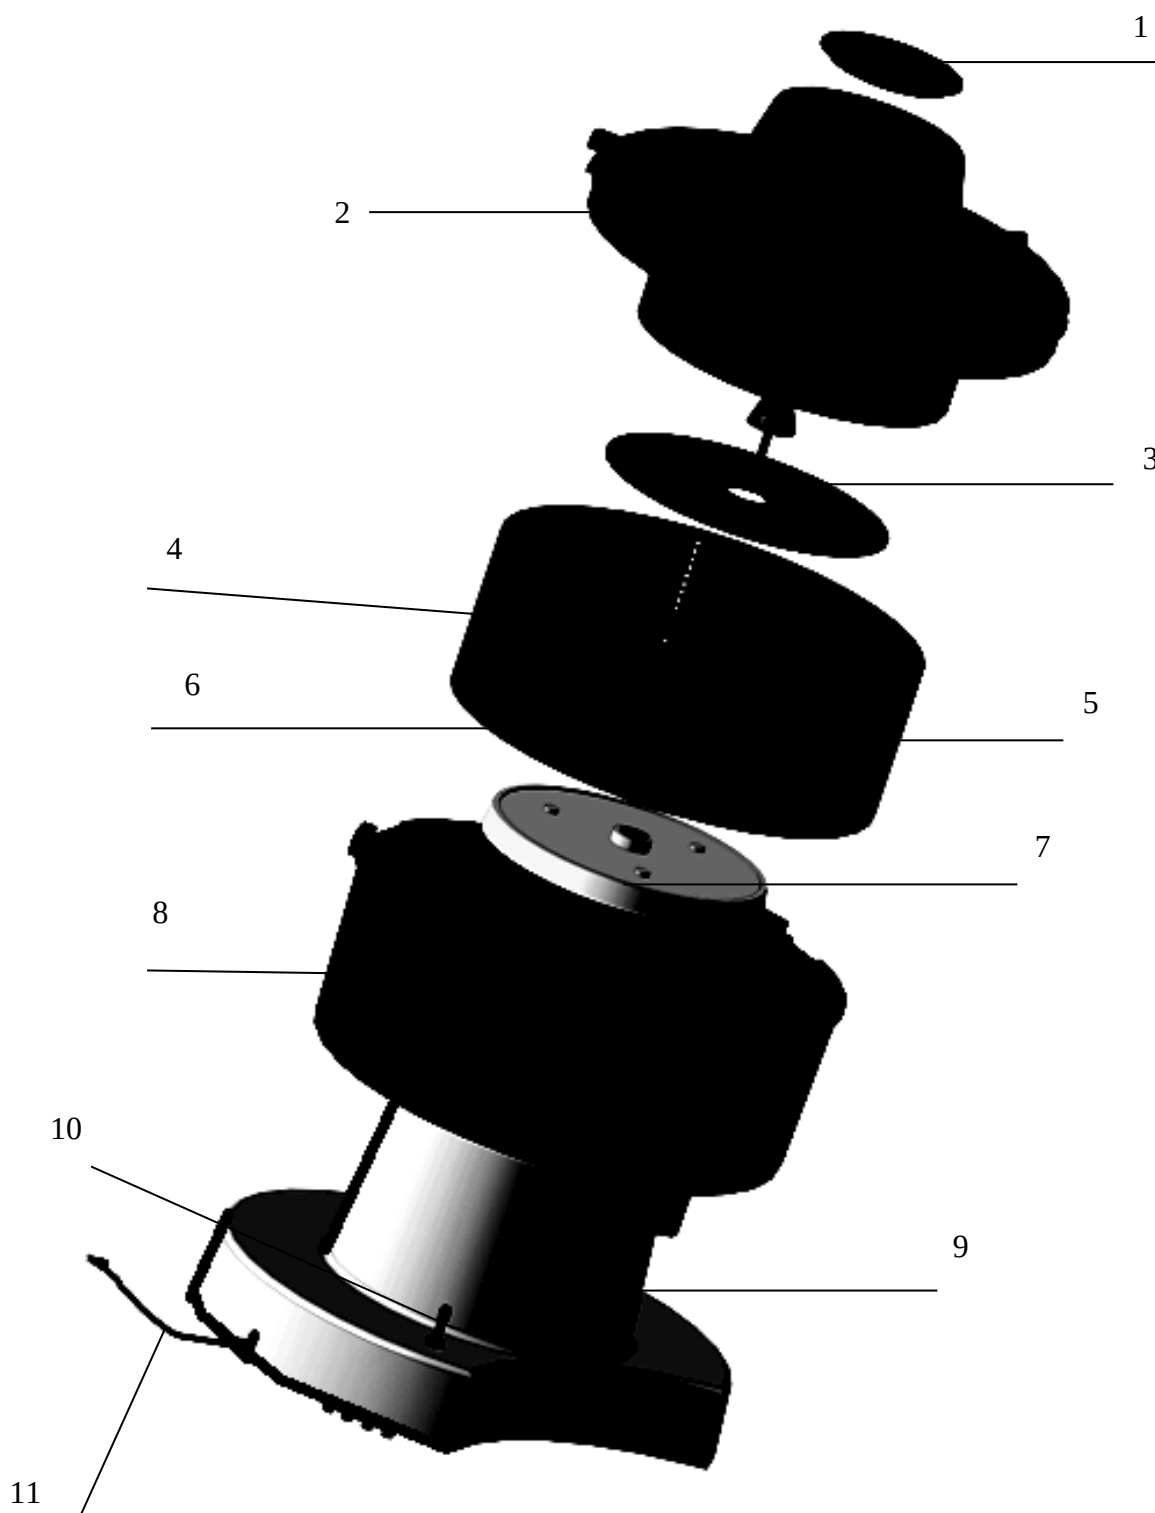

Рисунок 1
3.Перерабатываемый продукт проталкивайте в загрузочное отверстие на крышке поз. 2 (Рис.1). Загрузка овощей и фруктов не требует дополнительных приспособлений.
Соковыжималка состоит из следующих основных узлов и деталей (рис.1):
Установите электросоковыжималку на ровную твердую поверхность. В корпус поз.8 на вал двигателя установите крыльчатку поз. 7 (рис.1). На крыльчатку (поз.7) установите барабан (поз.6) совместив три отверстия на дне барабана с тремя соответствующими выступами крыльчатки поз. 7, отрегулируйте высоту установки ножа при помощи шайб регулировочных (поз.5) и установите нож (поз. 4) оставшиеся шайбы установите поверх ножа. Заводская регулировка - все шайбы поверх ножа, рассчитана на выжим сока из яблок. Зафиксируйте сборку винтом
Соберите электросоковыжималку как указано в разделе «подготовка к работе и порядок работы» и согласно рис. 1
Снятые детали промойте теплой водой, высушите на воздухе, а корпус поз. 8 (рис.1) и привод поз. 9 протрите влажной мягкой тканью.